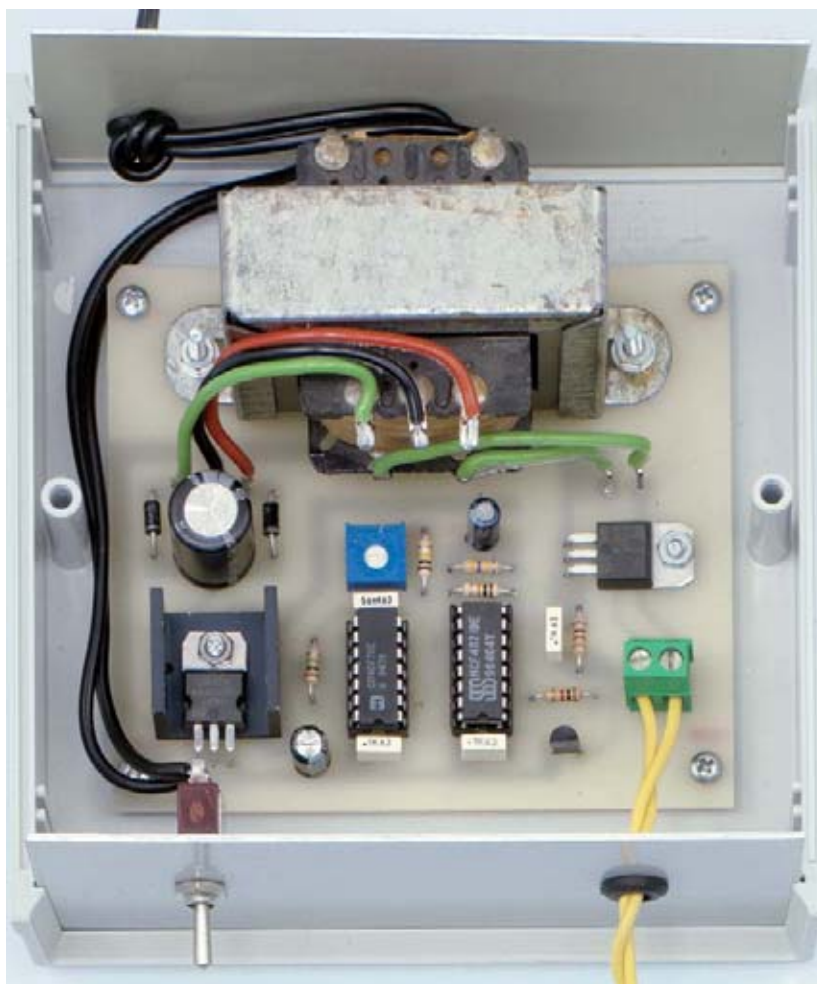

Fig.9 Una vez montado el circuito debe instalarse dentro de un mueble plástico para evitar tocar involuntariamente los terminales con 230 voltios.
**LX.1721:** Todos los componentes del kit (ver Fig.6), incluyendo el mueble de plástico **MTK08.03** (ver Fig.9) .....**48,20€**